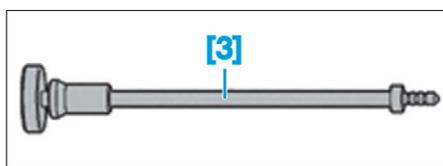

FIG. 46
- [3]. Outil de nettoyage des puits d'injecteur (réf : 0194/2-D) (Fig.46).